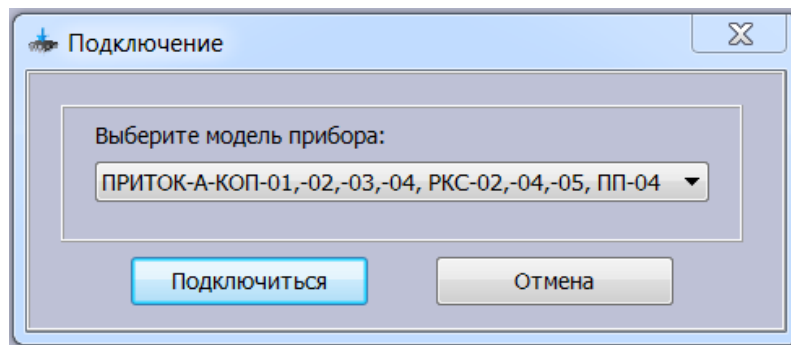

Рисунок 6 – Подключение к прибору
- В программе выбрать команду «Прибор» → «Обновить прошивку», в появившемся окне выбрать из списка «ПРИТОК-А-КОП-01, -02, -03, -04, РКС-02, -04, -05» и нажать «Подключиться» (см. рисунок 6).